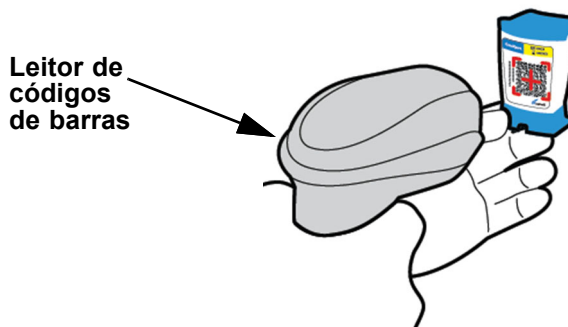

Figura 5-18. Ler o código de barras de um cartucho
Apesar de esta secção descrever a leitura do código de barras do cartucho, a utilização de um leitor portátil é semelhante para todas as operações de leitura, tais como ler a ID do paciente, a ID da amostra e o código de barras do cartucho. Consulte a figura 5-18.
1. Leia o código de barras segurando no leitor a cerca de 20 a 25 cm do código de barras, alinhando o laser do leitor com a imagem do código de barras. A figura 5-18 mostra o código de barras de um cartucho a ser lido.